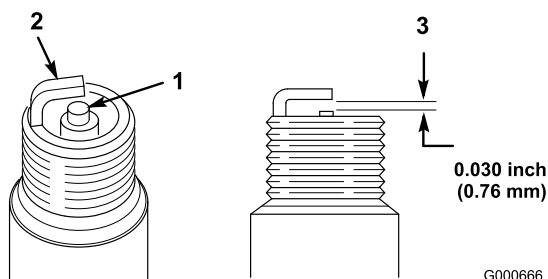

Figura 27
1. Controllate il centro della candela (Figura 27). Se l'isolatore è marrone chiaro o grigio, il motore funziona correttamente. Una patina nera sull'isolatore significa in genere che il filtro dell'aria è sporco.
2. Verificate la distanza tra gli elettrodi centrale e laterale (Figura 27) e se non è esatta piegate l'elettrodo laterale.